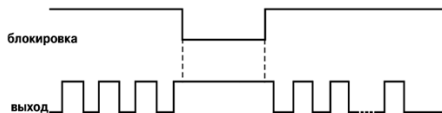

Рисунок 3.8
3.1.3.4 Низкий уровень сигнала «Блокировка» останавливает выполнение программы (рисунок 3.8). При этом выходное устройство остается в том состоянии, в котором оно было в момент прихода сигнала. Задержка реакции прибора на изменение сигнала блокировки составляет не более 0,1 мс. После снятия сигнала выполнение программы продолжится с момента остановки.